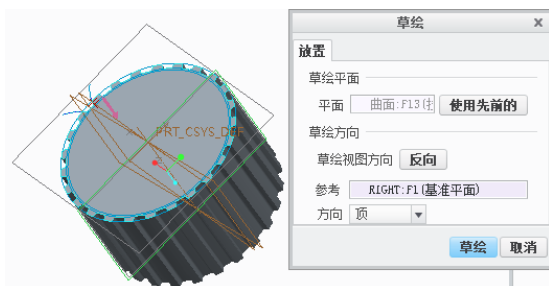

图 6-88 指定草绘平面
- 07 单击“拉伸”按钮,打开“拉伸”操控板,选择齿轮表面作为草绘平面,进入草绘环境,如图 6-88 所示。